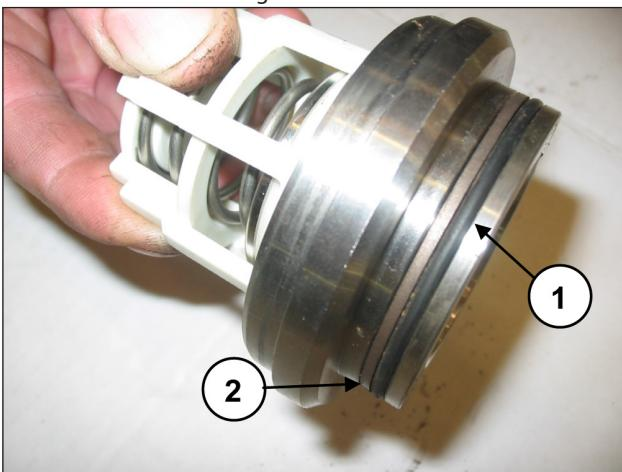

Fig. 123
Monte o O-ring, pos. de explosão nº 5 (pos. ①, Fig. 123) e o anel anti-extrusão, pos. de explosão nº 15 (pos. ②, Fig. 123) na base da válvula de descarga.